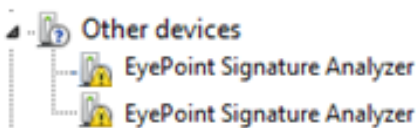

Рисунок 1. Отображение устройств в диспетчере устройств
5. После подключения устройства запустится автоматический поиск драйверов, который, завершится неудачей. Для установки драйверов найдите в «Диспетчере устройств» раздел «Другие устройства», в нем должны быть два устройства EyePoint Signature Analyser (Рисунок 1).